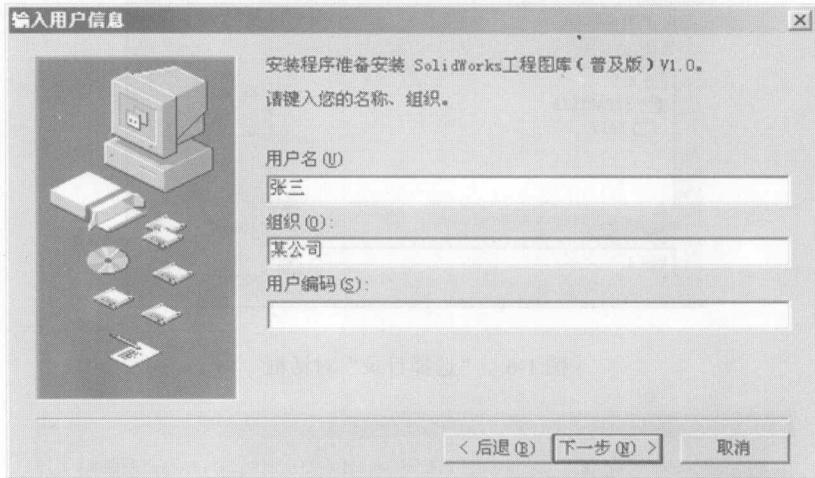

图 1-4 “输入用户信息”界面
(5) 进入“输入用户信息”界面，如图 1-4 所示。在输入相关信息后，单击“下一步”按钮。其中用户编码在随软件发行的信封中。